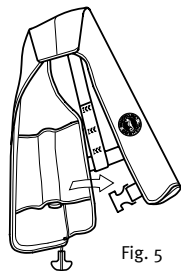

Fig. 5
1. Détachez les bandes velcro se trouvant sur le côté droit de la veste afin d'exposer le mécanisme de gonflement (Fig. 5).